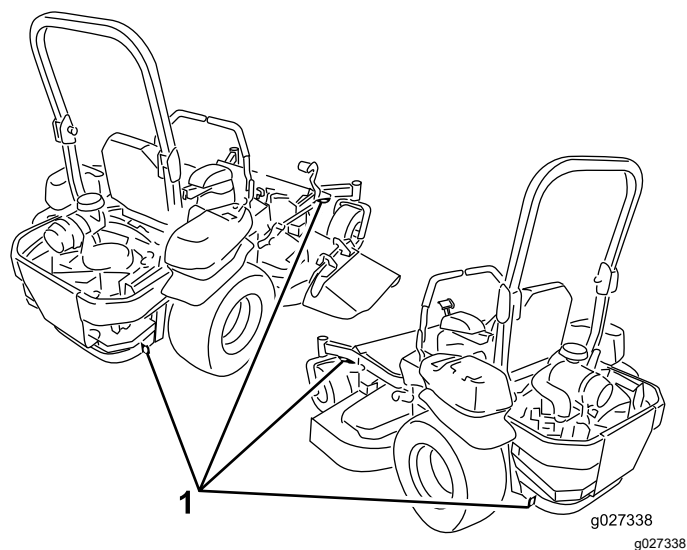

Figura 38
6. Amarre la máquina junto a las ruedas giratorias delanteras y el bastidor trasero con correas, cadenas, cables o cuerdas (Figura 38). Consulte la normativa local respecto a los requisitos de amarre.